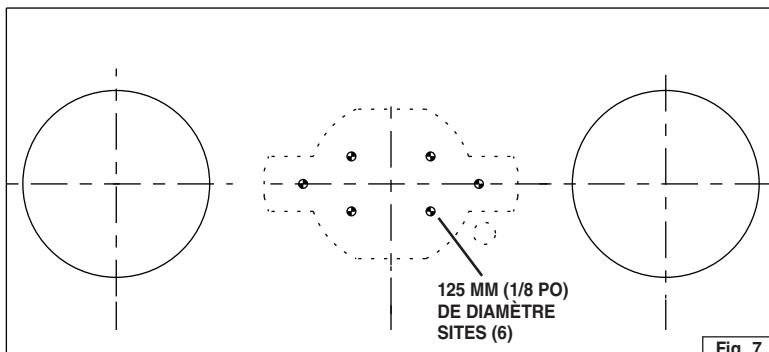

Fig. 7
1. Collez le modèle de montage en place et percez (6) trous de 3 mm (1/8 po) de diamètre aux sites centraux illustrés. Fig. 7. À la fin, retirez le modèle du plafond.